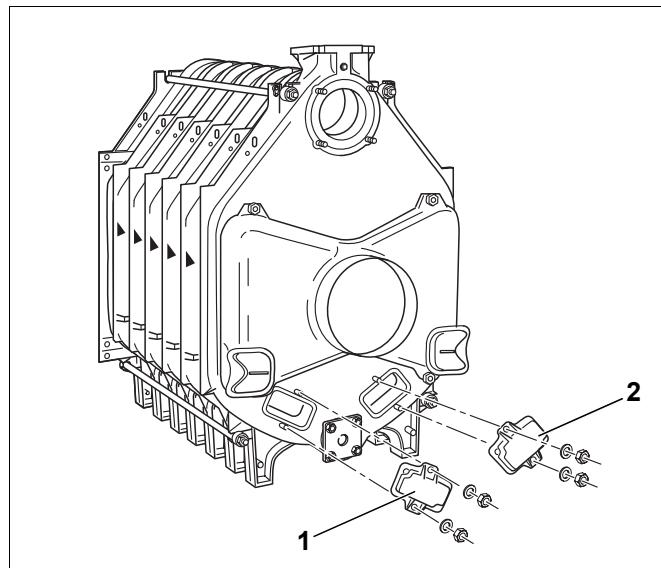

Fig. 30 Montaggio dei coperchi di pulizia
- ▶ avvitare nuovamente i coperchi di pulizia sull'elemento posteriore con rondelle e dadi (fig. 30, [1] e [2]).